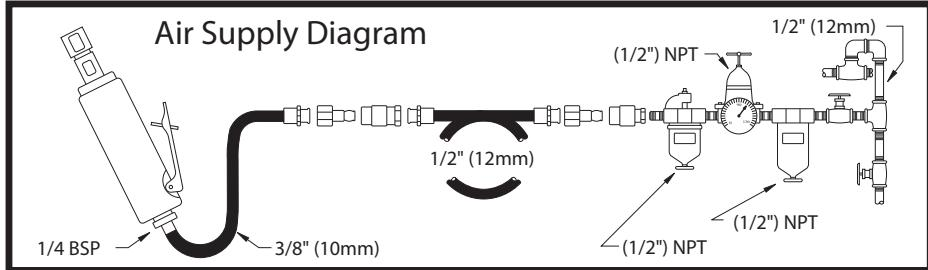

Fig. 01
## 3. Operation (See figures 01, 02 & 03)
- Connect device as shown in Fig. 01.
- To start the machine, pull the trigger (A). Machine speed is increase by increasing pressure on the trigger. Release the trigger to stop.
- Das Gerät wir in Abb. 01 gezeigt anschließen.
- Um die Maschine zu starten, muss der Auslöser (A) gezogen werden. Der Druck auf den Abzug bestimmt die Geschwindigkeit des Motors. Um die Maschine zu stoppen, den Auslöser wieder freigeben.